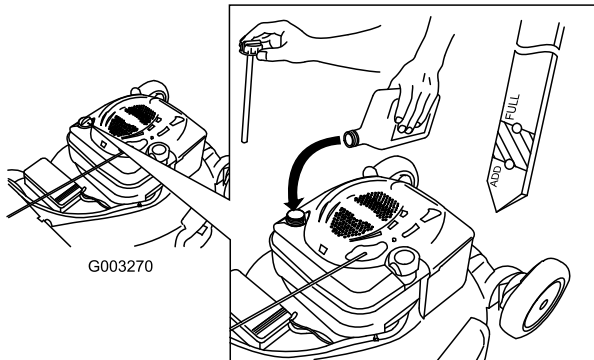

Bild 38
4. Füllen Sie das Öl **langsam** in den Einfüllstutzen ein, um den Ölstand auf die Marke Voll am Peilstab anzuheben (Bild 38). **Füllen Sie nicht zu viel ein.** (Max. Füllstand: 0,59 l des Typs: Waschaktives SAE 30-Öl mit der Klassifizierung SF, SG, SH, SJ, SL oder höher durch das American Petroleum Institute (API).)